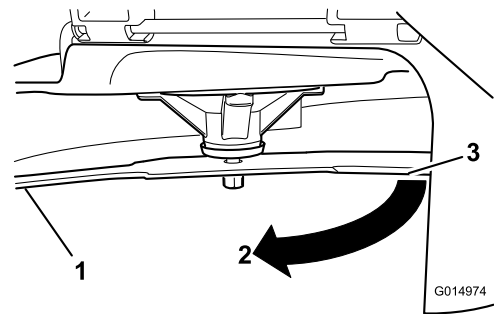

Figure 72
3. Distance mesurée entre la lame et la surface (A)
4. Tournez la même lame de 180 degrés pour amener l'autre tranchant à la même position (Figure 72).